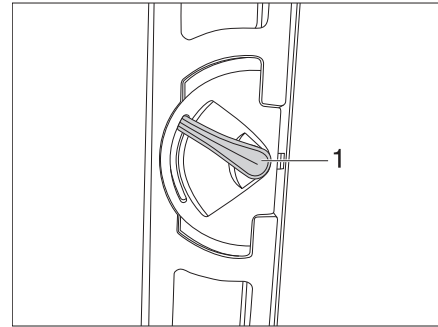
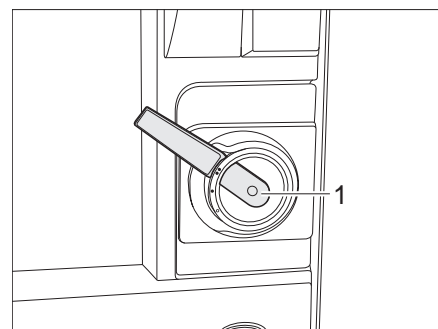

Bild 21 Variante 1: Türschloss Eingangstür, innen, verriegelt
Bild 23 Variante 2: Türschloss Eingangstür, innen, verriegelt
**Verriegeln:** ■ Den Türgriff (Bild 21,1 bzw. Bild 23,1) ca. 45° nach oben drücken und in dieser Stellung stehen lassen.